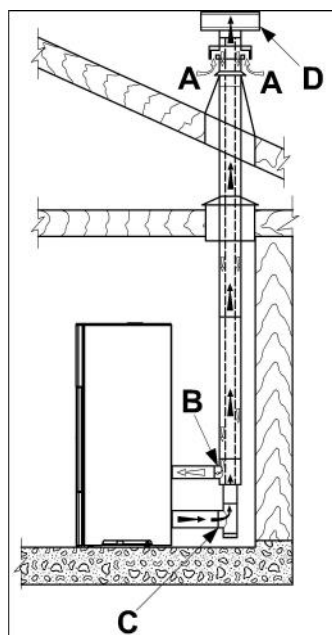

Fig. 5.5a
- canalizar el aire comburente aprovechando un tubo de descarga coaxial para la expulsión de los humos y la extracción del aire; por lo tanto, no es necesario realizar una toma de aire clásica en el local (Fig. 5.5a A,B=Entrada aire C,D=Salida humos);